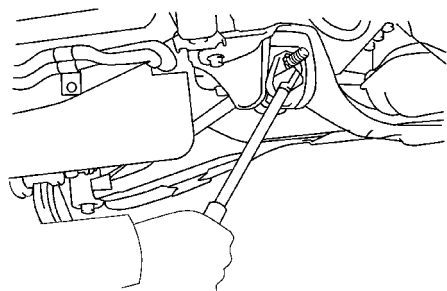

图 14-34 检查与调整主销后倾角
(3) 检查与调整主销后倾角。根据测量仪的检查，如果后倾角不在规定的范围内，则可转动支承螺母进行调整，如图 14-34 所示。